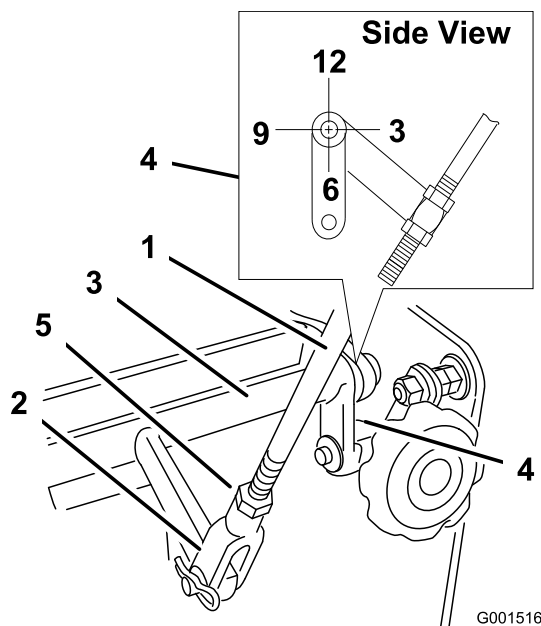

Figura 31
4. Compruebe la orientación de las barras laterales situadas en los extremos de la barra de control de velocidad. Estas barras deben estar orientadas hacia abajo en la posición de las 6 aproximadamente (Figura 31).
5. Ajuste la horquilla enroscada del extremo del acoplamiento de control de velocidad hasta que las barras estén en la posición de las 6 (Figura 31).